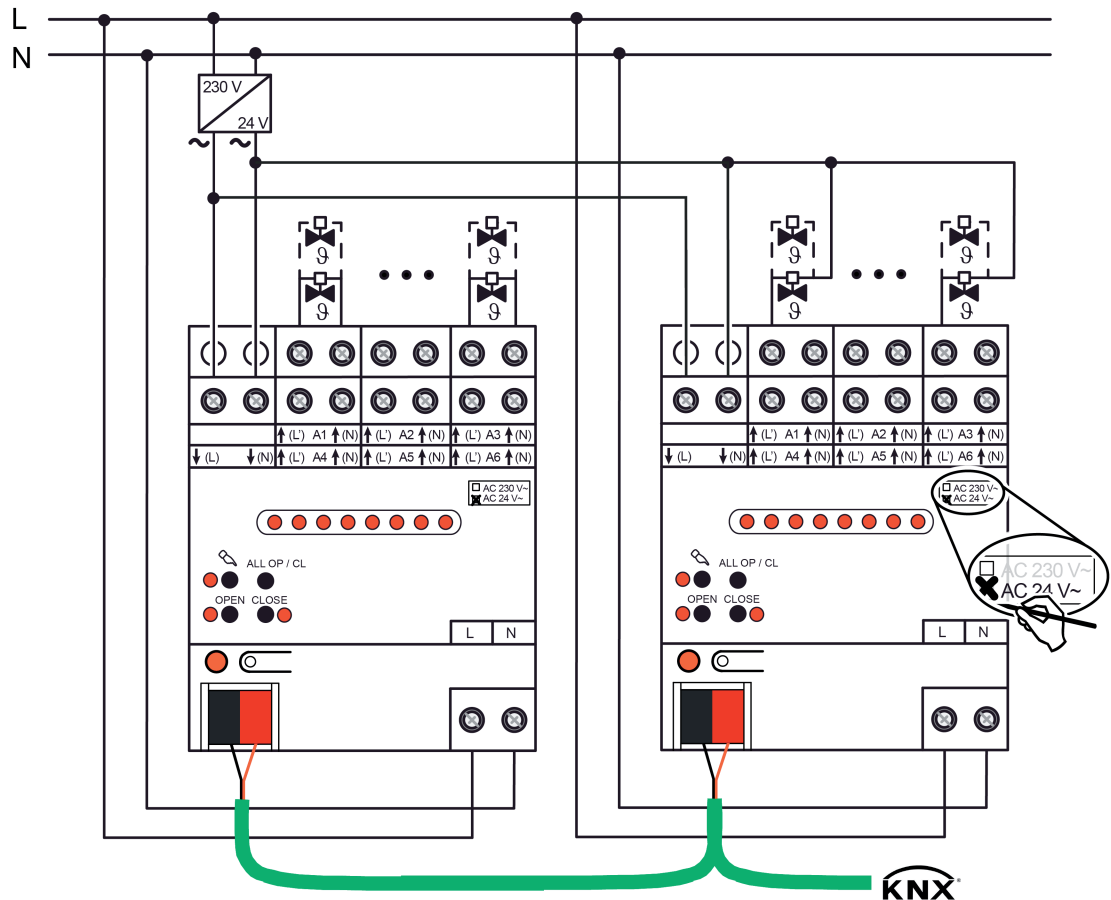

Bild 3: Anschluss für Stellantriebe AC 24 V
- Stellantriebe AC 24 V gemäß Anschlussplan (Bild 3) anschließen. Es ist möglich, die Stellantriebe entweder jeweils einzeln und direkt mit den Klemmen der Ausgänge des Heizungsaktors (Anschlussbeispiel links) oder alternativ über einen gemeinsamen Leiter zu verbinden (Anschlussbeispiel rechts).
- Versorgung für Stellantriebe (AC 24 V) an Klemmen ↓(L) und ↓(N) (1) anschließen. Hierbei Kleinspannung AC 24 V von geeigneter Spannungsversorgung (Trafo, Netzgerät) verwenden.
- Netzspannung AC 230 V an Klemmen **L N** (5) anschließen.